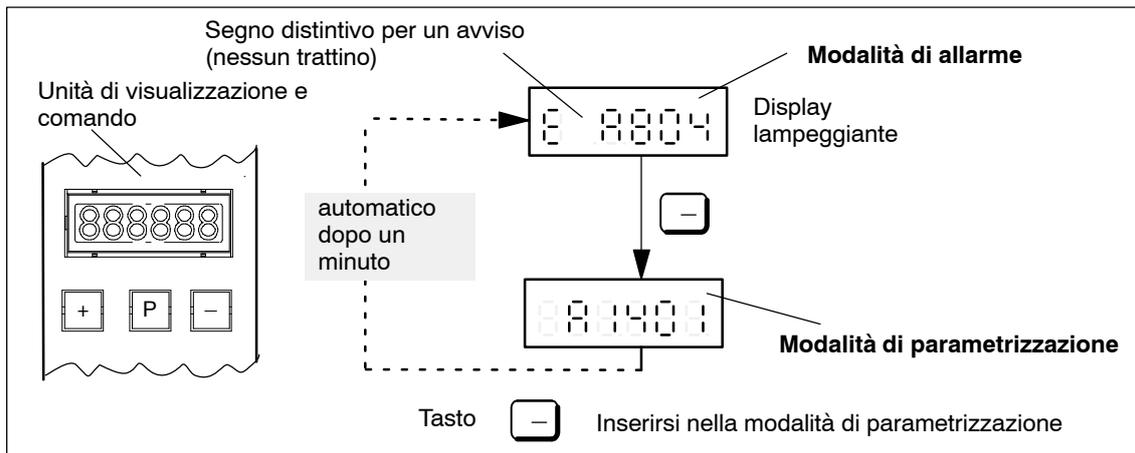

Fig. 7-3 Come comandare se è presente un avviso
3. Il display ha questo aspetto quando è presente un avviso (vedere la fig. 7-3).